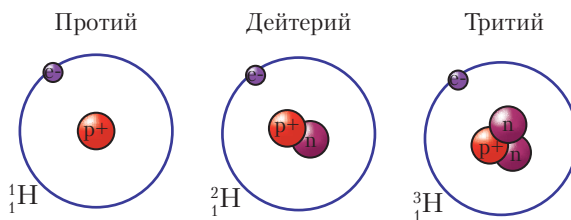

Рис. 12. Схема строения изотопов водорода
Например, существующие в природе нуклиды ${}^1_1\text{H}$, ${}^2_1\text{H}$ и ${}^3_1\text{H}$ — изотопы водорода, так как принадлежат одному и тому же химическому элементу, но различаются числом нейтронов в ядре атома (рис. 12). Их называют водород-1, или протий (H), водород-2, или дейтерий (D), водород-3, или тритий (T). Массы атомов водорода-1, водорода-2 и водорода-3 равны 1,008, 2,014 и 3,016 а. е. м., или приблизительно 1, 2 и 3 а. е. м.